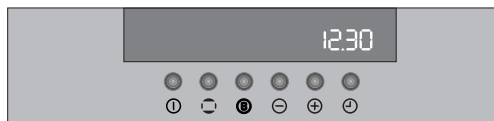

Рис. 9
- 2) Нажмите клавишу “” для выбора нужного времени. Максимальное время составляет 23 часа 59 минут. Через 3 секунды после установки таймер начнет работать (Рис. 9).